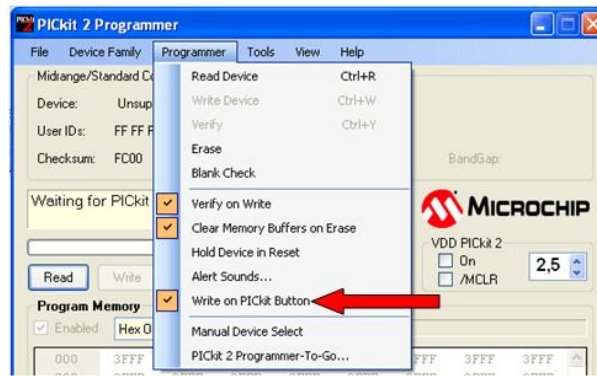

Figura 2
- 2) Botão para gravação direta pelo gravador, depois de importado o arquivo hexadecimal que se deseja gravar, quando dado um pulso neste botão o arquivo é transferido diretamente ao microcontrolador a ser gravado, desde que a função **Write on PICKit Button** esteja habilitada conforme figura 2.